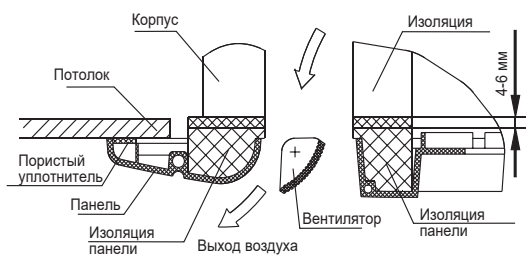

Рис. 2.9
- Затягивайте крепежи до тех пор, пока толщина пористого уплотнителя, расположенного между корпусом блока и панелью не уменьшится до 4-6 мм. Край панели при этом должен плотно соприкасаться с потолочной конструкцией (Рис.2.9).